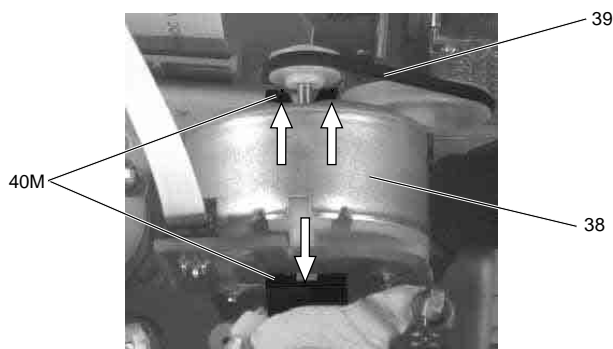

Fig. 15
- Enlever la courroie d'entraînement (Pos. 39) et retirer le câble du moteur (Fig. 15).
- Pousser le support moteur (Pos. 40M) dans le sens de la flèche et retirer le moteur de chargement (Pos. 38) de son support (Fig. 15).
- Remove the drive belt (Pos. 39, Fig. 15) and unplug the connector from the threading motor.
- Press the motor support (Pos. 40M) in the direction of the arrow and take the threading motor (Pos. 38) out of the motor support (Fig. 15).